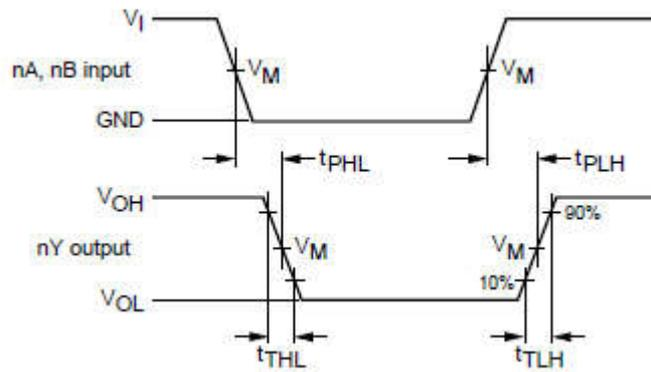
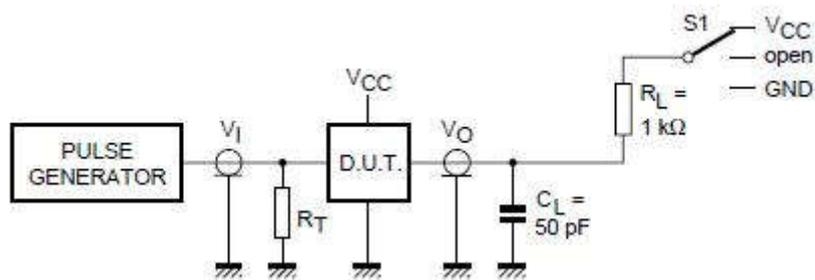

图 4、数据输入 (nA、nB) 到输出 (nY) 的传输延时和输出转换时间图
图 5、交流参数测试图
3.3.3 交流参数 1 ($T_{amb}=25^{\circ}\text{C}$, $\text{GND}=0$, $t_r=t_f=6.0\text{ns}$, $C_L=50\text{pF}$, 见图 4、图 5)
3.3.4 交流参数 2 ($T_{amb} = -40 \sim +85^{\circ}\text{C}$, $\text{GND}=0$, $t_r=t_f=6.0\text{ns}$, $C_L=50\text{pF}$, 见图 4、图 5)